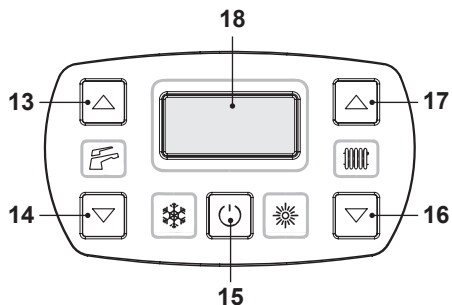
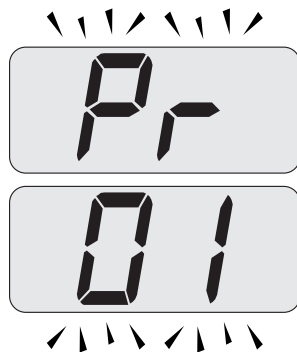
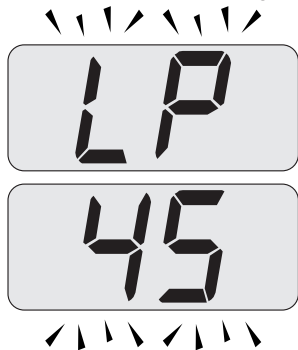

Figura 7.2
Figura 7.3
Figura 7.4
- Entrare in "modalità programmazione" premendo contemporaneamente per 10 secondi i tasti 15 - 16 - 17 (Figura 7.2) fino a far apparire sul display LCD le lettere **Pr** che si alternano con il codice **01**, indicanti l'entrata nel "parametro 01" (Figura 7.3).
- Premere contemporaneamente i tasti 16 e 17 (Figura 7.2) fino a far apparire sul display LCD le lettere **LP** che si alternano con il valore di temperatura dell'acqua di riscaldamento (es. **45**), indicanti l'entrata nell'attivazione della "funzione spazzacamino" alla potenza minima (Figura 7.4).
- Premere il tasto 16 (Figura 7.2) fino a far apparire sul display LCD le lettere **LP** che si alternano con il valore di temperatura dell'acqua di riscaldamento (es. **60**), indicanti l'entrata nell'attivazione della "funzione spazzacamino" alla potenza minima in sanitario (Figura 7.7).
- Spegnerne la caldaia tenendo premuto per 2 secondi il tasto 15 (Figura 7.2) fino a far apparire sul display LCD il simbolo  (Figura 7.8).